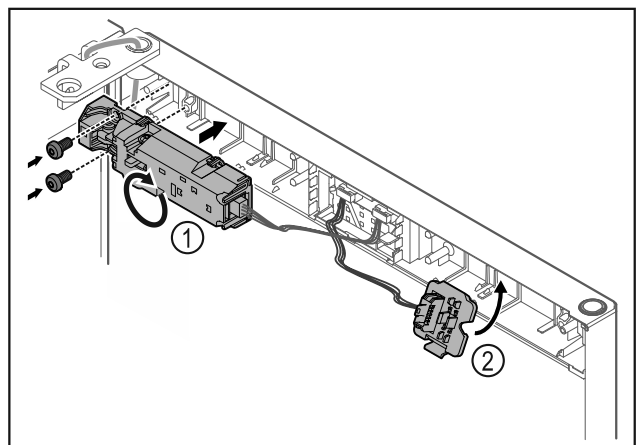

Fig. 18
- ▶ Поверніть дистанційний замок Fig. 18 (1) на 180° і закріпіть на протилежній стороні.
- ▶ Зафіксувати кріплення штекера Fig. 18 (2) на протилежній стороні.